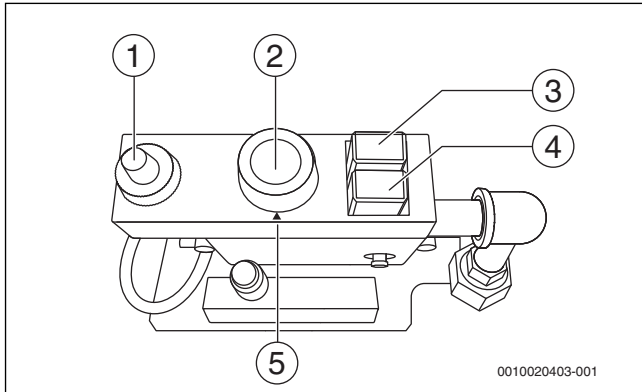

Bild 5 Armatur SIT-Minisit-Plus
- ▶ Regelknopf (→ Bild 5, [2]) auf der Gasarmatur auf  stellen.
- ▶ Ausschalttaste betätigen (→ Bild 5, [4]).